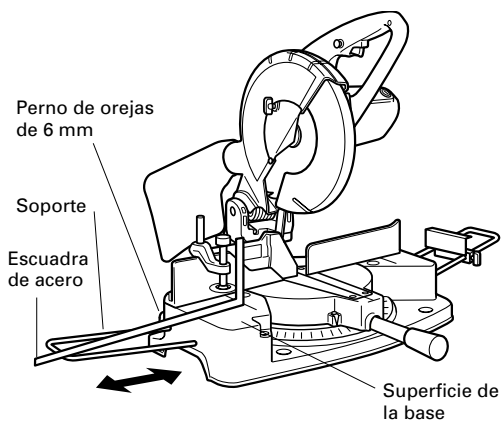

Fig. 12
- (1) Como se indica en la Fig. 12, utilice una escuadra de acero para alinear el borde superior de los soportes con la superficie de la base.
- (2) Después de la alineación, asegure los soportes con pernos de orejas de 6 mm.